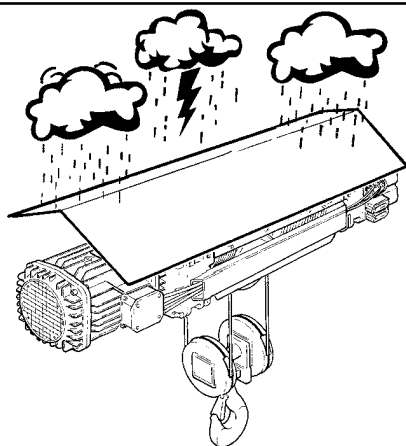

fig. 116
- **SEMPRE** assicurarsi che il paranco operi in ambiente protetto dagli agenti atmosferici (pioggia, vento, neve, ecc.) oppure, se all'aperto, che sia dotato di adeguati ripari o protezioni (fig. 116).